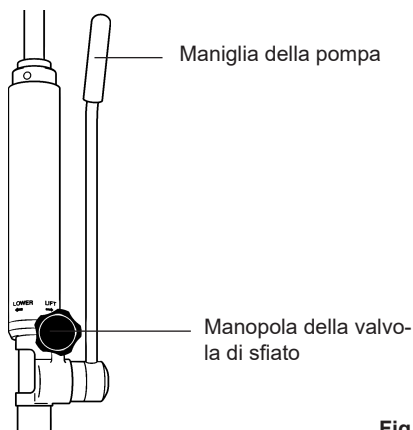

Fig. 10
6. Chiudere la valvola di sfiato dell'unità idraulica (Fig. 10) girando in senso orario la manopola nera zigrinata dell'unità fino a fine corsa.
7. Agire sulla maniglia della pompa (Fig. 10) dell'unità idraulica per verificare che il pistone sollevi il braccio di sollevamento.